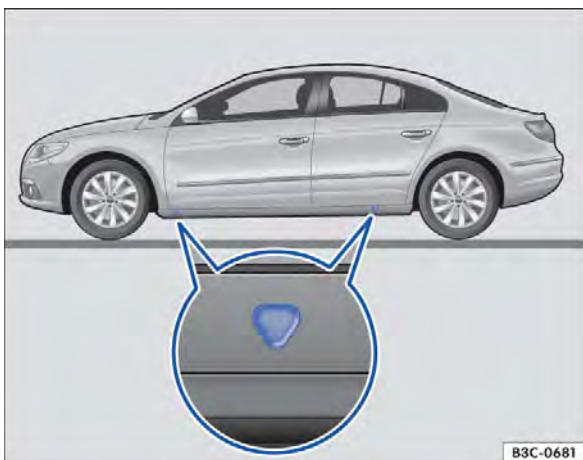

Fig. 234 Pontos de apoio do macaco.
O macaco somente pode ser posicionado nos pontos de apoio indicados (marcação na carroceria) $\Rightarrow$ Fig. 234. É válido o ponto de apoio localizado próximo à roda correspondente $\Rightarrow$ .
6. Procurar sob o veículo o ponto de recepção do macaco $\Rightarrow$ Fig. 234 mais próximo da roda a ser trocada.